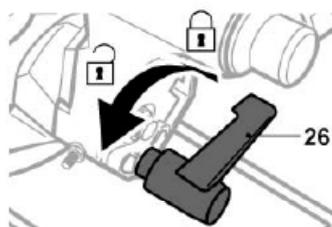

Fig. 40
- > Desserrez la manette de verrouillage de biseau [26] (Fig. 40) et tournez la poignée [1] vers la gauche jusqu'à ce que le pointeur [18] indique l'angle souhaité sur l'échelle de biseau [17]. Puis resserrez la manette de verrouillage de biseau [26] (Fig. 40, 41).